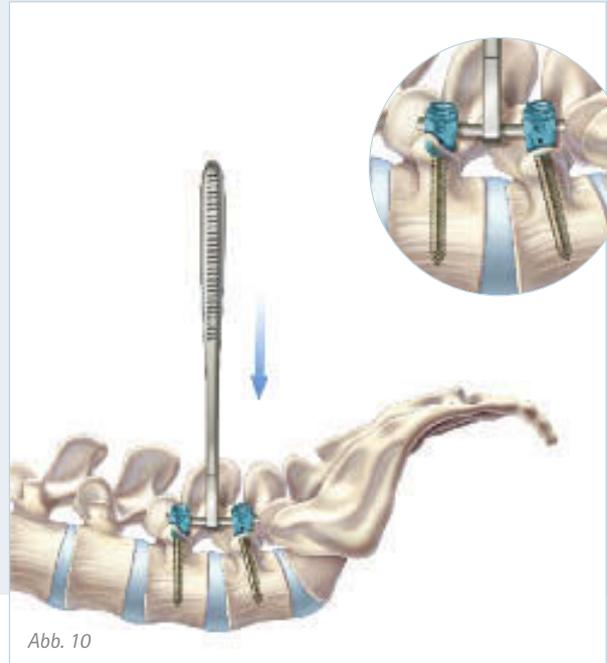

Abb. 10
- Die Stabhaltezeange (FW012R) wird zum Einsetzen des Stabes sowie zur Derotation des Stabes bei langstreckigen Fusionen verwendet (Abb. 10).